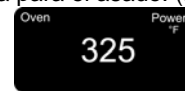

Fig. 7
1. Presione el botón de horno una (1) vez para seleccionar la función de hornear ("Bake") o dos (2) veces para hornear con convección ("Fan Baking").
2. Presione las flechas hacia arriba o hacia abajo para cambiar la temperatura a la deseada para el asado. (Fig. 7)